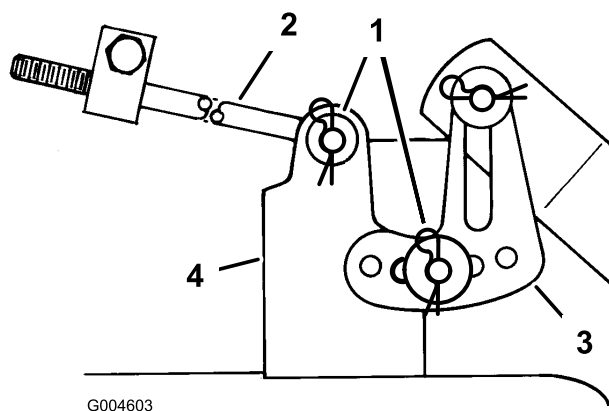

Figura 42
15. Togliete la coppiglia a forcina e la rondella dall'alto della staffa di livellamento del tosaerba (Figura 42).
17. Togliete la coppiglia a forcina e la rondella dall'estremità dell'asta lunga (Figura 42). Sfilate l'asta dall'attacco del tosaerba. Ripetete l'operazione sull'altro lato del tosaerba.
13. Infilate l'estremità dell'asta lunga nel foro del perno di montaggio del tosaerba (Figura 42).
15. Montate la staffa scanalata di livellamento del tosaerba sul perno del braccio di regolazione dell'altezza (Figura 42).